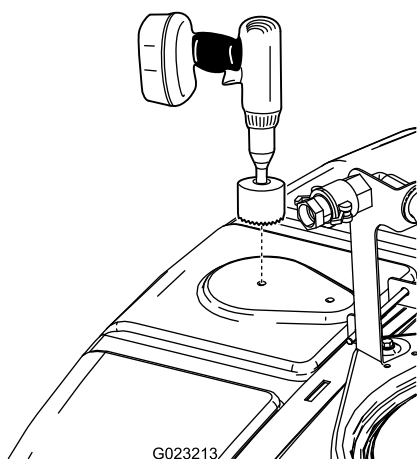

図 13
1. 図 13 に示されているタンク前部の位置を探し出す。
2. 9 cm の円形ノコを使ってマークのところに穴を切る 図 13。